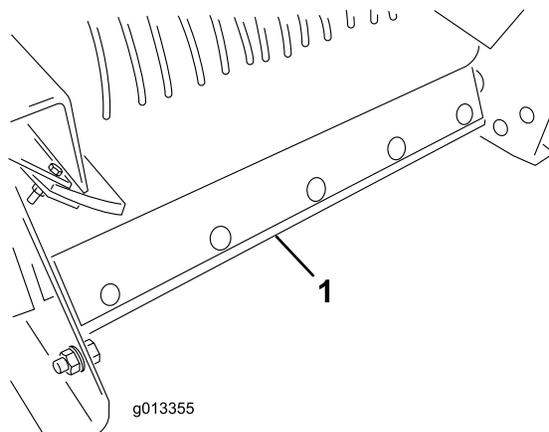

Figura 60
- Desmonte el conjunto del rascador de limpieza de la cinta de la parte trasera de la máquina (Figura 60).